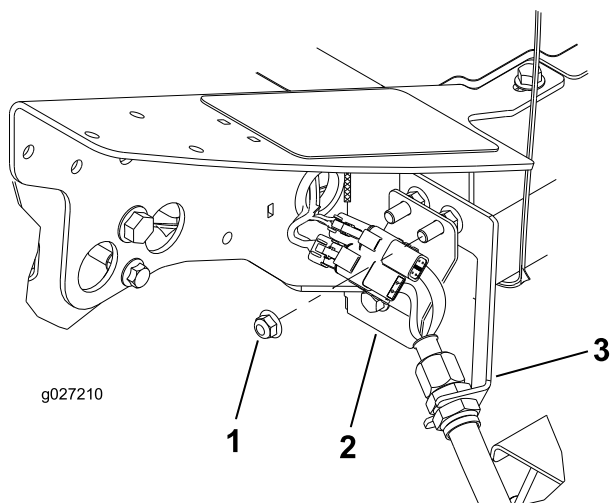

Рисунок 12
1. В переднем левом углу рамы (расположение режущего блока №4) отверните дополнительную гайку с фланцевой головкой с болта крепления кронштейна перегородки к машине (Рисунок 12).
3. Установите соединительную планку на монтажные болты перегородки в таком положении, как показано на Рисунок 12.